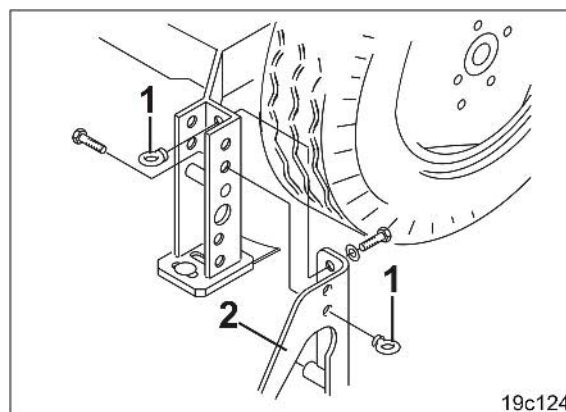

図 164
- 1.1 2 個のアイナット (図 164/1) を外します。
- 1.2 タイヤ跡消し (図 164/2) を取り外します。